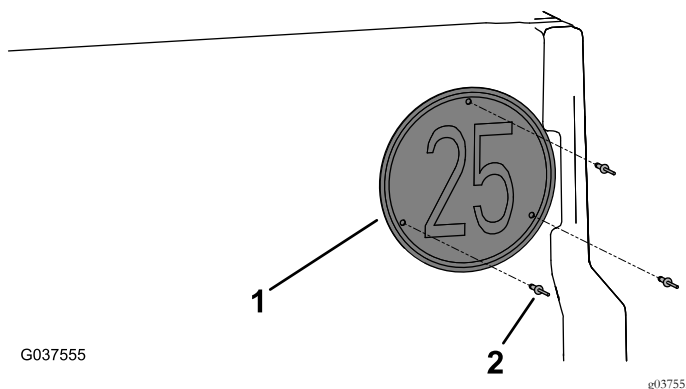

Figura 15
4. Instale la placa de velocidad en el portón trasero con 3 remaches ciegos (3/16" x 29/32"), según se muestra en Figura 15.